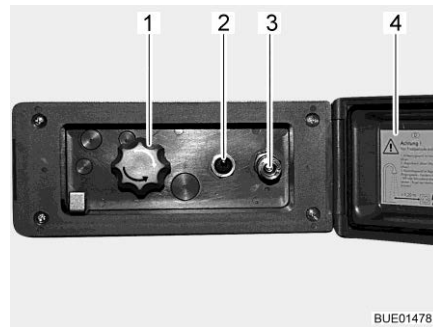

Fig. 173 Branchement de la douche extérieure
- Déverrouiller et ouvrir le couvercle (Fig. 173,4).
- Brancher le flexible de la douche extérieure sur la fermeture rapide (Fig. 173,3).
- Allumer la pompe à eau avec le commutateur (Fig. 173,2).
- Régler la température de l'eau selon ses désirs avec le bouton rotatif (Fig. 173,1).
- Éteindre la pompe à eau avec le commutateur (Fig. 173,2).
- Fermer le couvercle (Fig. 173,4) et verrouiller avec la clé.
- Placer le bouton rotatif (Fig. 173,1) sur la position intermédiaire.